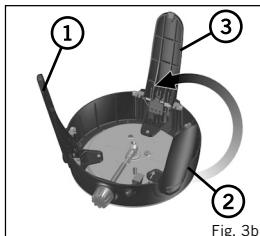

Fig. 3b
- Per ripiegare le gambe, tenete con fermezza la gamba e spingete giù il relativo gancetto di rilascio. Quindi spingete le gambe verso l'interno fino alla posizione di chiusura (Fig. 5). Quest'operazione dev'essere effettuata in modo sequenziale, per ottimizzare l'uso dello spazio. Prima la gamba anteriore destra (1), quindi quella anteriore sinistra (2), e infine la gamba posteriore (3) (Fig. 3b).